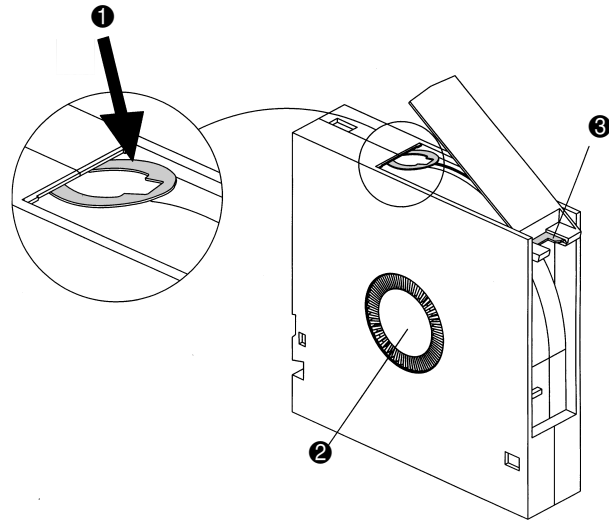

図 74: 適切な位置にある DLT リーダー、ハブ、ドア ロック タブ
- バネ付きハブ（123 ページの 図 74 の ②）が、テープ カートリッジ下面の円形開口部内の中央にあることを確認します。
- テープを目視検査して、テープ リーダー（123 ページの 図 74 の ① および 124 ページの 図 76）の損傷、ゆるみ、ずれなどがいないか調べます。リーダー端のループが正しい位置にないと、ドライブがそのリーダーをうまくつかめなかったり、欠損することがあります。リーダーが欠損しているカートリッジを使用すると、ドライブが損傷することがあります。
ドア ロック（123 ページの 図 74 の ③）を押し込んで、カートリッジ ドアを解放します。ドア ロックを抑えながら、タブを押し込んでドアを開けます。ドアが開いた後は、テープに触れないように気を付けてください。リーダーが正しい位置（123 ページの 図 74 の ① および 124 ページの 図 76）にあることを確認します。